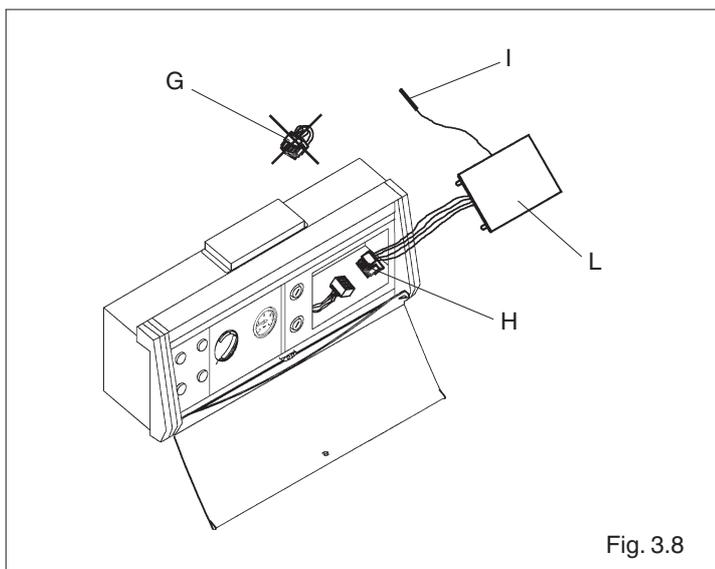
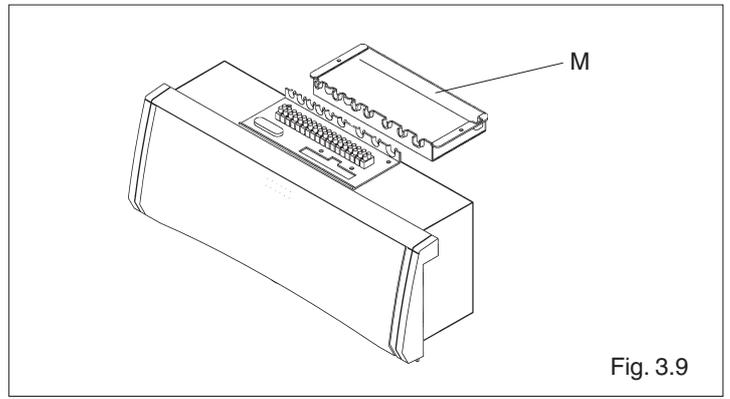

Fig. 3.8
Fig. 3.9
- rimuovere il connettore maschio a 12 poli (G) situato all'interno del pannello di comando e collegare il connettore maschio a 12 poli (H) del cablaggio dell'interfaccia elettrica (fig. 3.8)
- far passare il bulbo (I) del termostato limite a 6 contatti in uno dei passacavi presenti sulla carenatura del pannello di comando (fig. 3.8)
- posizionare il bulbo (I) all'interno del pozzetto portasonde della caldaia (riferirsi al libretto istruzioni specifico)
- posizionare la copertura (L) nel foro di apertura del pannello di comando e chiudere con uno scatto
- aprire il coperchio di protezione della morsetteria (M) dalla carenatura svitando le due viti di fissaggio (fig. 3.9)
- fare entrare il cavo a 5 poli (C) proveniente dal bollitore dalla parte posteriore della caldaia